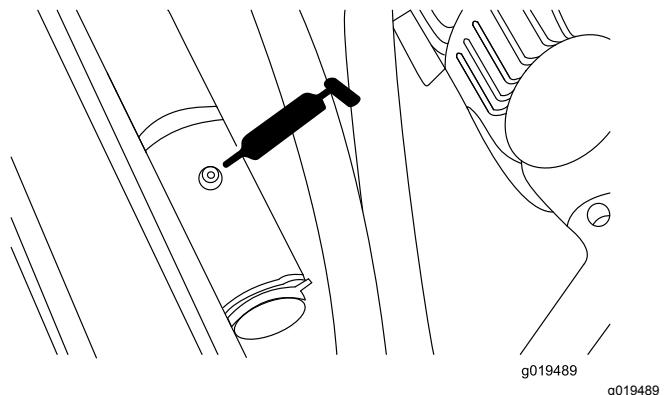

Figura 39
- Articulação do cilindro de elevação traseiro (2) (Figura 39)